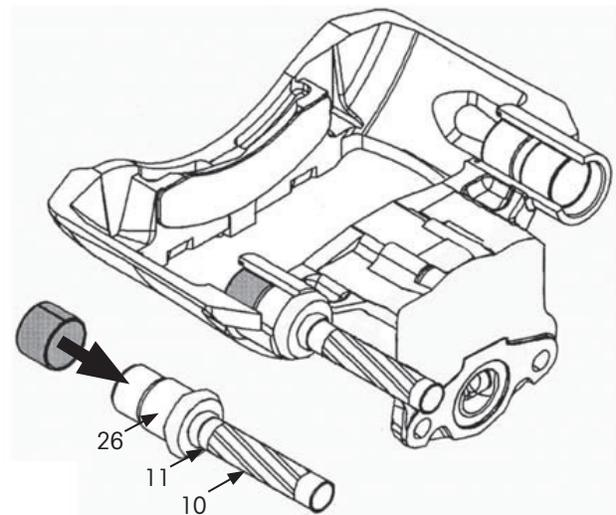

Figura 57: Inserción de guía corta del buje
2. Ensamble y use los números 10, 11 y 26 para presionar un nuevo buje para el perno guía corto en el agujero del caliper del freno hasta que la herramienta se detenga (Figura 57).